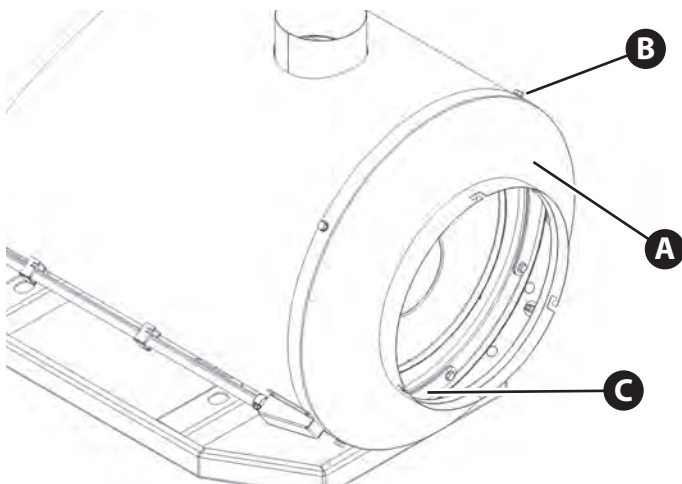

Figura 5.6
1. Quite el cono de la salida de aire (**A**, Figura 5.6). Para ello retire los tornillos (**B**) que lo fijan al calentador.
3. Coloque la placa curvada (**C**, Figura 5.6) en la parte inferior de la cámara de combustión. Quite los tornillos que fijan la placa y saque esta última y la empaquetadura.